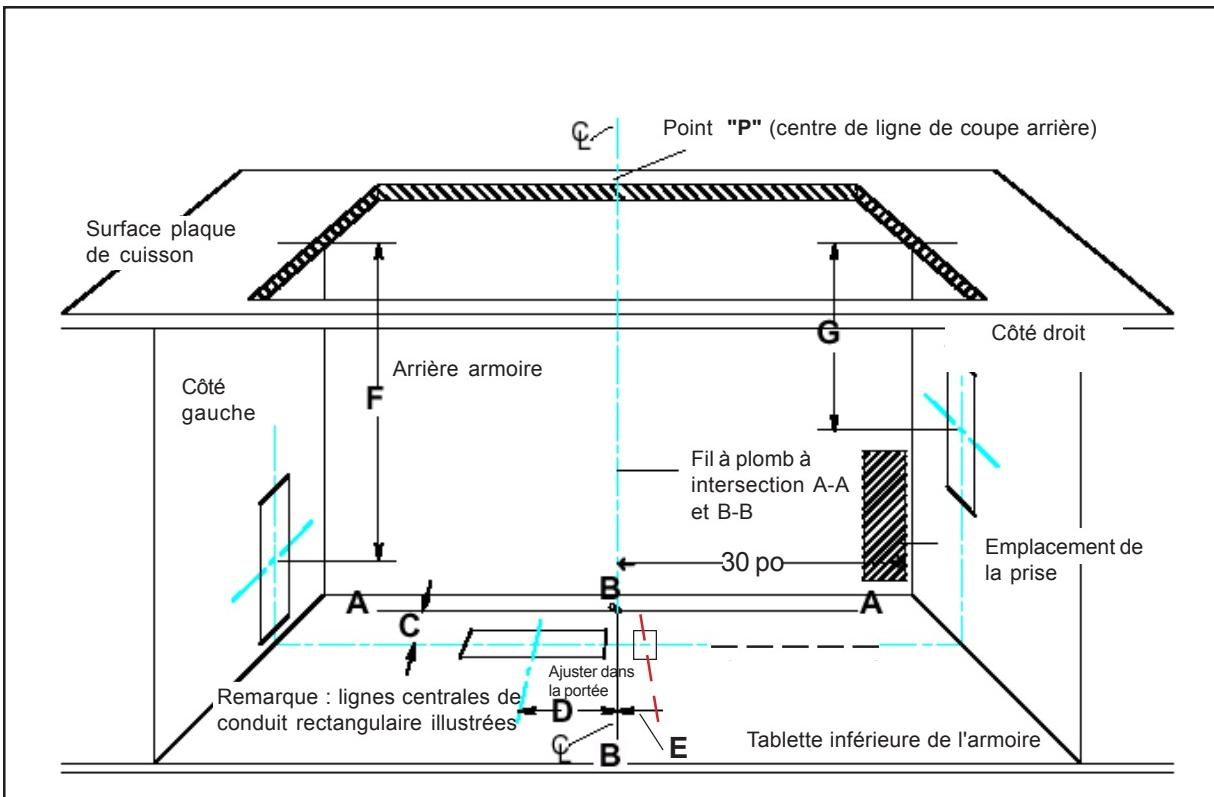

Figure 9 : découpe d'armoire pour conduits
- Voir figure 9. Tirer une ligne du point P au centre arrière de la découpe du plan de travail. Marquer ce point au bas de l'armoire en dessous. Établir deux lignes de références par ce point ; un doit être parallèle au devant de l'armoire et directement sous la découpe du plan de travail arrière et l'autre (ligne B-B) doit être à angle droit A-A.
La prise doit être située sous le plan de travail afin que le cordon d'alimentation de 30 po depuis l'évent puisse l'atteindre. Voir figure 9. Le cordon doit être acheminé sour l'appareil et loin de la chaleur générée par la plaque de cuisson. L'accès ne doit pas être obstrué par la soufflerie, armoire, conduit ou services électrique/gaz pour la plaque de cuisson. Toute l'alimentation pour le système d'évent incluant la soufflerie à distance, si utilisée, est fournie par le cordon à l'appareil d'entrée. La sortie peut habituellement être allongée depuis une autre prise de la cuisine ou avoir sa propre prise depuis le panneau de service principal.